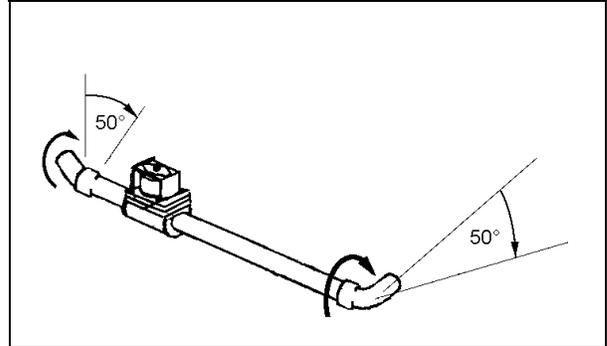

FIGURE 4 : MODIFICATIONS À LA CONDUITE DE DÉRIVATION (SÉRIE H3)
- b) À l'aide d'un chalumeau, chauffer le joint au coude 90° et effectuer une rotation du coude de 50° tel que montré à la figure 4. De la même manière, faire faire une rotation de 50° au coude 45°. Rajouter de la soudure si nécessaire.